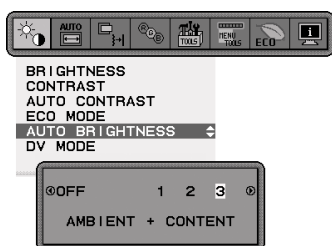
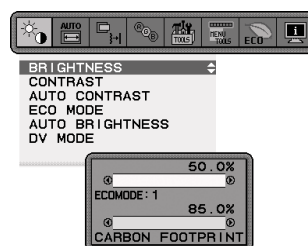

Figure 1
Figure 2
1. Configurez le niveau LUMINEUX. Il s'agit du niveau de luminosité sur lequel le moniteur se règle lorsque la luminosité ambiante est au plus haut. Assurez-vous que la pièce est à sa luminosité maximale lorsque vous définissez ce niveau. Sélectionnez « 1 » ou « 3 » dans le menu LUMINOSITÉ AUTO (**Figure 1**). A l'aide des boutons frontaux, déplacez ensuite le curseur sur le paramètre LUMINOSITÉ. Choisissez le niveau de luminosité désiré (**Figure 2**).